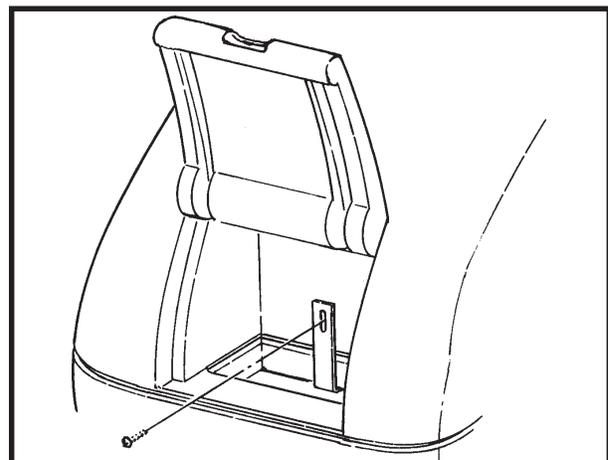

Abbildung 11
2. Das Filtersieb im Reinigungslösungsschlauch überprüfen und reinigen. Zum Reinigen des Siebs wie folgt vorgehen : (Siehe Abbildung 11 & 12, S. 18)
#### Ersetzen eines Schwimmerschalters, Prüfen der Ballasttanks und des Vakuummotors (siehe Abbildung 11)